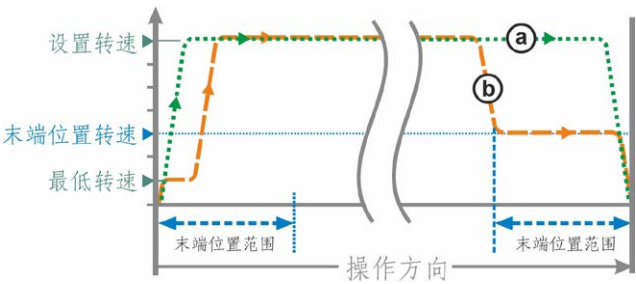

图3: 末端位置速度 - 快速启动/停止
- 对于行程关断模式, 执行机构的输出转速在到达末端位置前不久会降低, 直至完全停止下来; 参见图3中的曲线a。